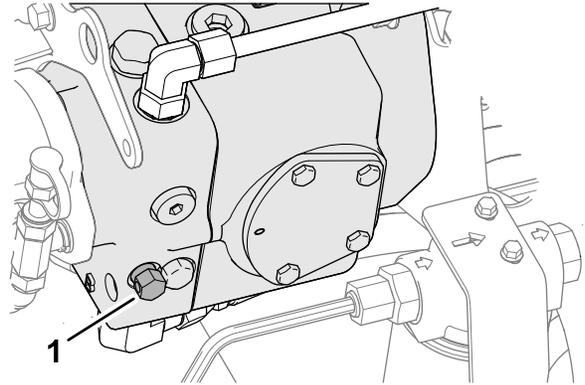

Figura 58
3. Na bomba de deslocação variável, rode o parafuso da válvula de derivação 1-1/2 voltas para abrir e permitir a passagem do óleo internamente (Figura 58).